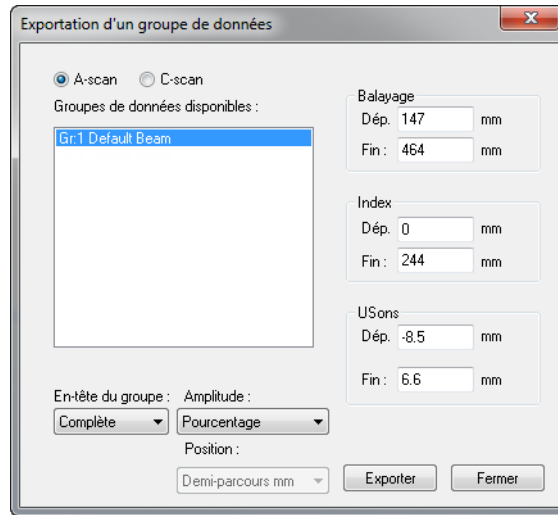

Figure 7-81 Boîte de dialogue Exportation d'un groupe de données
3. Sélectionnez **Fichier > Exporter le groupe de données dans un fichier** dans le menu (voir la Figure 7-81 à la page 444).